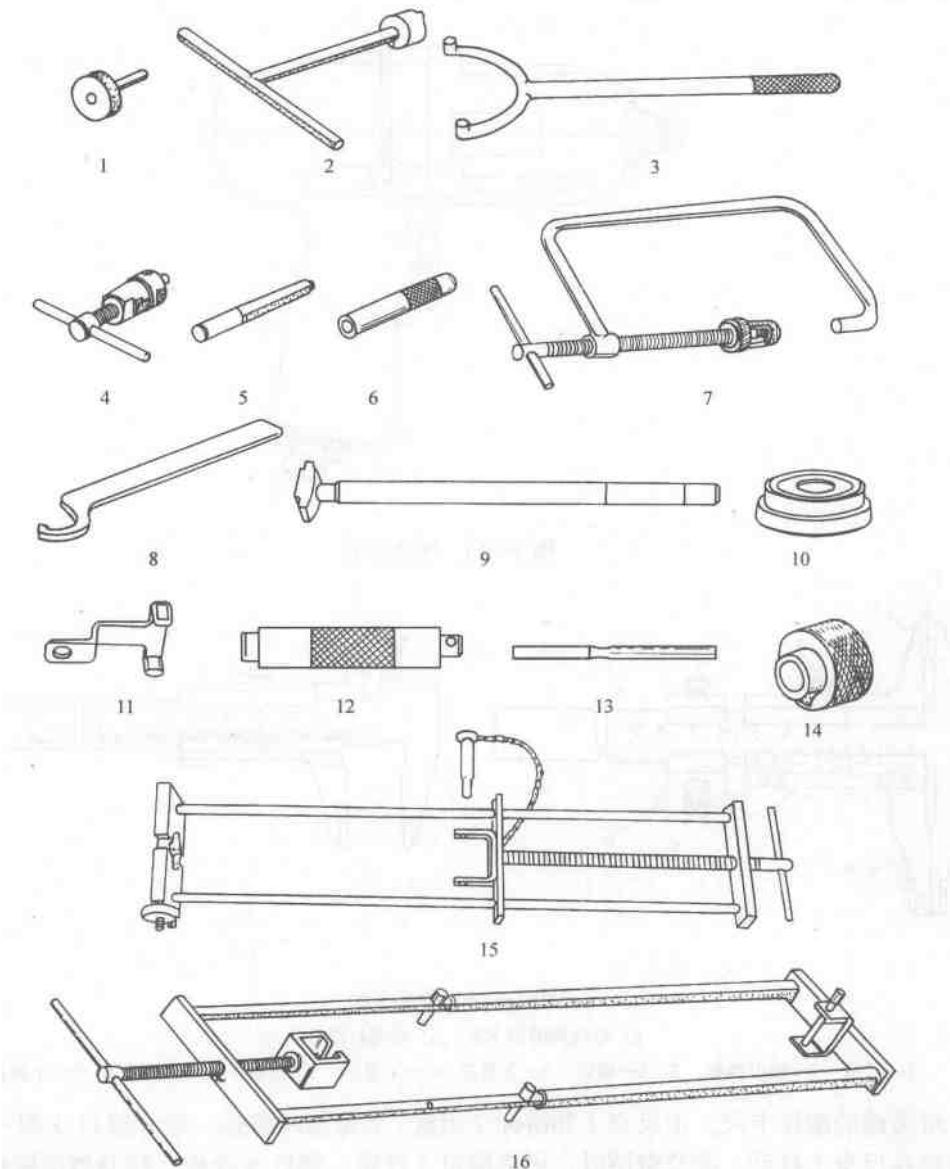

图 1—12 CG125 型摩托车维修专用工具
(1) 游标卡尺。游标卡尺是一种中等精度的量具，可以直接测量出工件的外径、内径、长度、宽度、深度和孔距等尺寸。图 1—14 是两种常用的游标卡尺的结构形式。